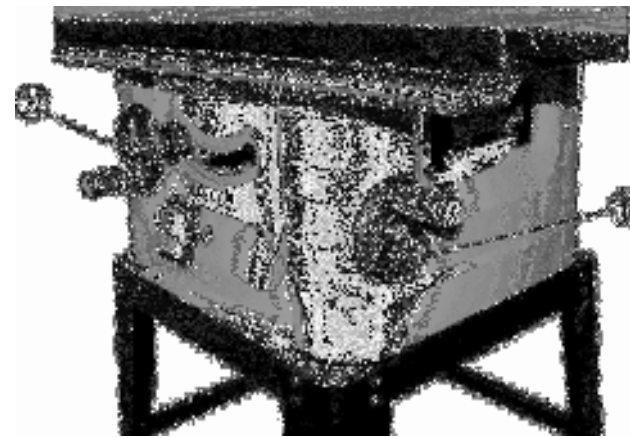
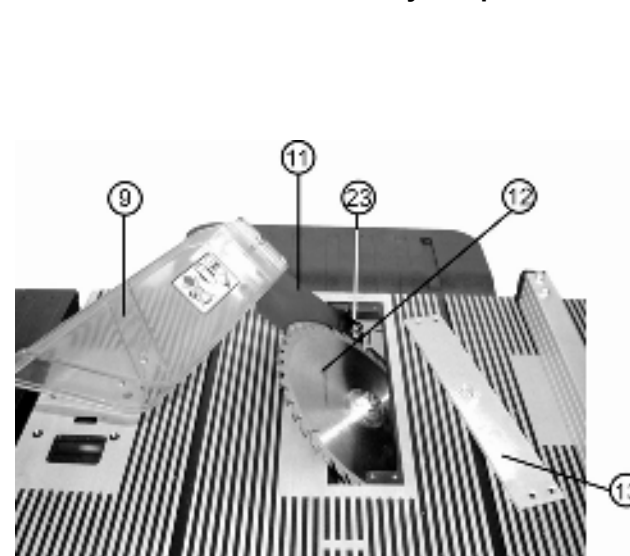
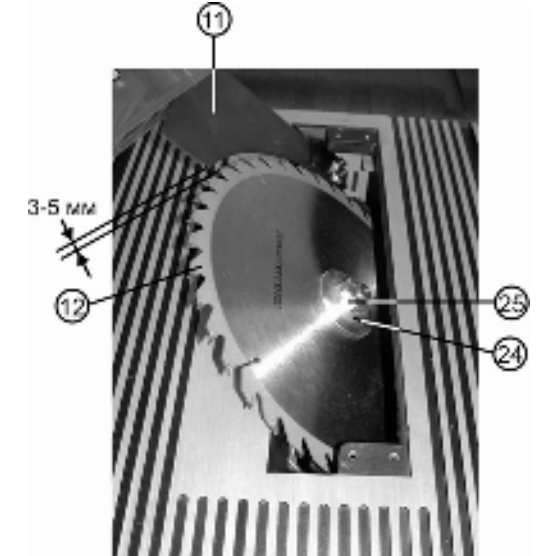

Рис. 8
Рис. 9
Рис. 10
8.3. Установка маховиков (Рис.8)
8.4. Установка защитного кожуха с расклинователем (Рис.9)
С помощью рукояток (5 и 15), Рис.8, приведите пильный диск (12) в положение, как показано на Рис.9. Ослабьте два винта (23) с внутренней шестигранной головкой с помощью шестигранного ключа и установите расклинователь (11) так, чтобы винты (23) вошли в пазы расклинователя (11). Расклинователь (11) установите таким образом, чтобы зазор между зубьями пильного диска (12) и дугой внутреннего радиуса расклинователя (11) составлял от 3мм. до 5мм, Рис. 10. Затяните два установочных винта (23) расклинователя (11). Закрепите защитный кожух (9) на расклинователе (11).
8.5. Замена пильного диска (Рис.10)
8.5.1. Снятие пильного диска (Рис.10)
8.5.2. Установка пильного диска (Рис.10)
ВНИМАНИЕ: Перед установкой пильного диска следите, чтобы зубья пильного диска были направлены вниз в передней части пилы (Рис.10).